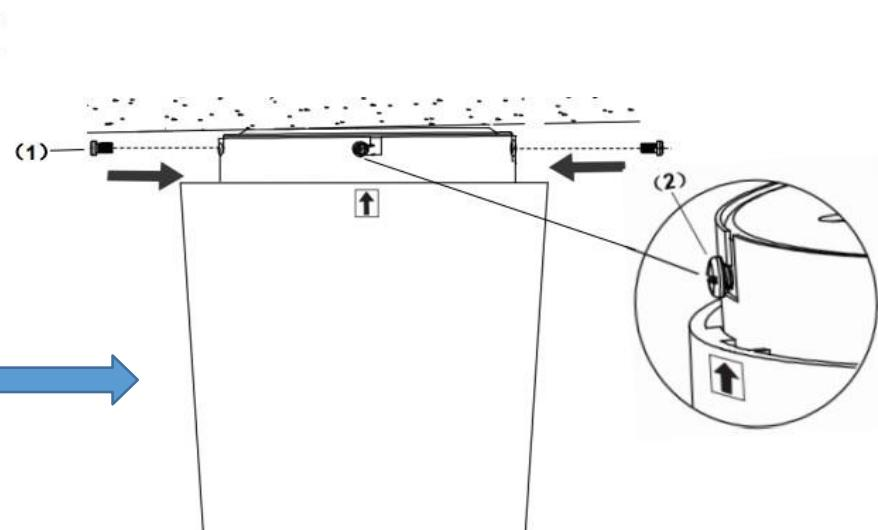

Fig. 8
- 이제 다른 두 개의 고정 나사(2)를 사용하여 모터 모듈을 마운팅 브라켓에 고정하고 조입니다. 매달린 캐노피(3)에는 총 4개의 나사(1) 및 (2)가 있어야 합니다. 캐노피를 걸 때 이전에 준비한 전기 배선이 손상되지 않도록 주의하세요. (Fig. 8)